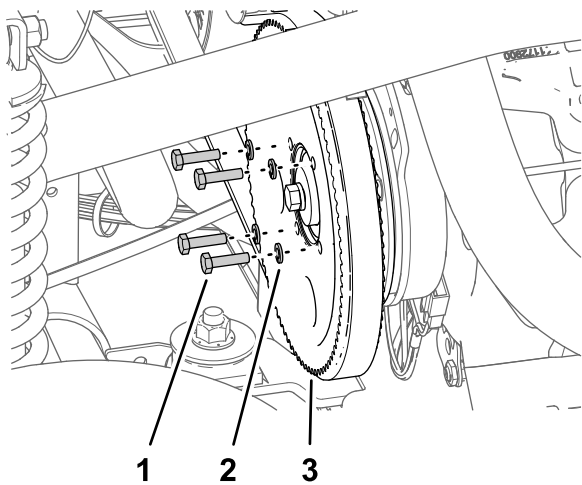

图181
3. 拆下将皮带轮固定到打药机泵上的 4 个螺栓 1/4 x 1 英寸和 4 个锁定垫圈 1/4 英寸图181。